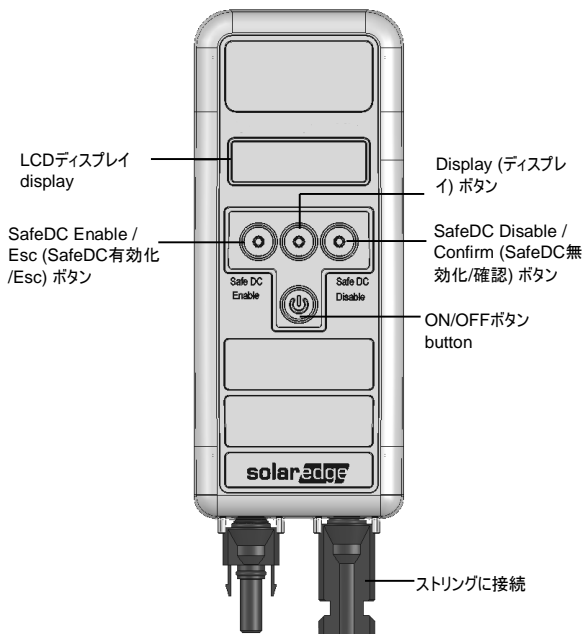

図1: SolarEdgeキーのインターフェース
- 1 ストリングケーブルをSolarEdgeキーの下にある2つのコネクタに接続します (図1参照)。